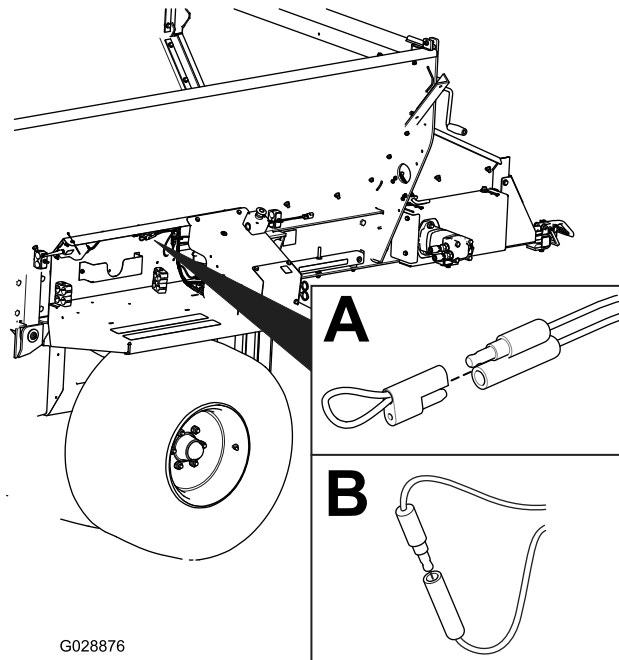

Figura 64
2. Tire del tapón de los 2 conectores de derivación diagnósticos (Figura 64 A).
3. Conecte entre sí los conectores de derivación diagnósticos (Figura 64 B).